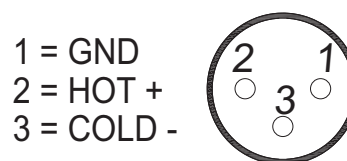

Fig2. XLR Bal Input / Output Pin-out
Sul pannello posteriore dell'apparecchio sono disponibili le prese XLR femmina d'ingresso (26) per segnali a livello mic/line. In Fig2. sono riportate le connessioni a queste prese. Questi ingressi sono bilanciati elettronicamente.